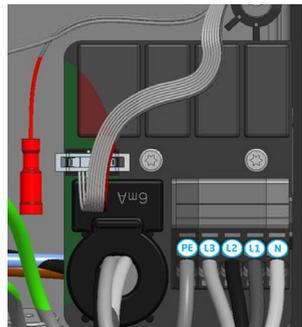

Abbildung 8: Anschlussklemmen für die Stromversorgung und den CP-Anschluss (Control Pilot) für das Ladekabel (rot) zur Pro-line.
5. Befestigen Sie die Stromkabel an den Anschlussklemmen des Filterblocks (siehe auch Abbildung 8).
10. Stellen Sie mit dem roten Anschlusskabel eine Verbindung mit dem Control Pilot-Anschluss (CP) her. Diese befindet sich direkt neben der Anschlussklemme für die Stromkabel. Siehe Abbildung 8.